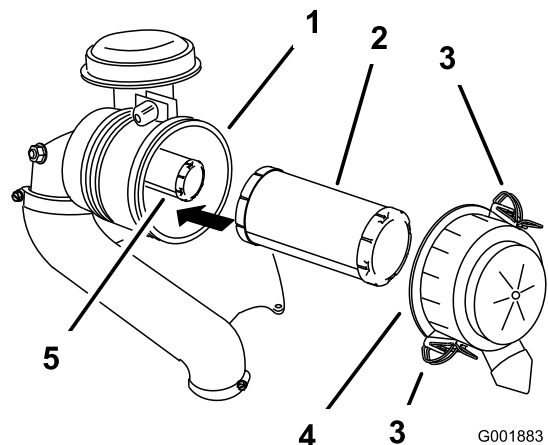

Bild 59
3. Lösen Sie die Riegel am Luftfilter und ziehen Sie die Luftfilterabdeckung vom Luftfiltergehäuse ab (Bild 59).
- Schieben Sie den Hauptfilter vorsichtig aus dem Luftfiltergehäuse heraus (Bild 59).
- Wenn Sie den inneren Filter auswechseln, schieben Sie ihn vorsichtig in das Filtergehäuse (Bild 59).
- Schieben Sie den Hauptfilter vorsichtig auf den Sicherheitsfilter (Bild 59).
- Bringen Sie die Luftfilterabdeckung an und befestigen die Riegel (Bild 59).